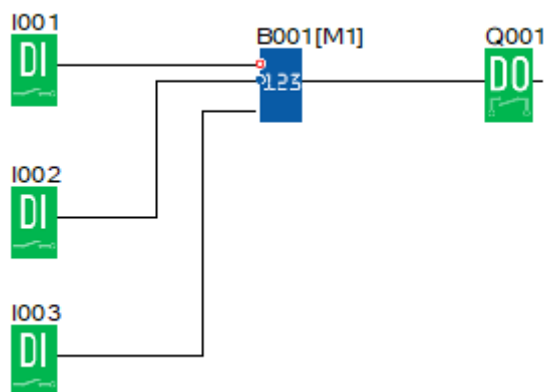

Рисунок 1. Программа для работы с реверсивным счетчиком
1. Напишите программу с реверсивным счетчиком, приведенную на рис. 1.